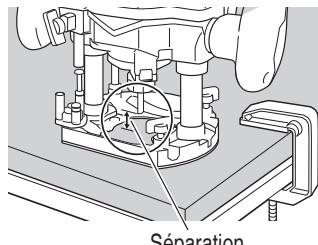

Fig. 30
- (1) Comme illustré à la Fig. 30, retirer le foret des pièces de travail et tirer sur la gâchette. Ne pas commencer l'opération de découpage jusqu'à ce que le couteau ait atteint la vitesse de rotation complète.